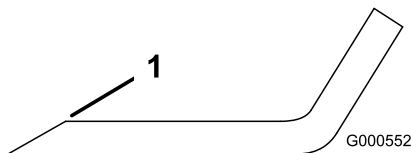

Figura 49
1. Utilice una lima para afilar el filo de corte en ambos extremos de la cuchilla (Figura 49).
Nota: Si la cuchilla no está equilibrada, rebaje algo el metal en la parte de la vela solamente con una lima (Figura 49).